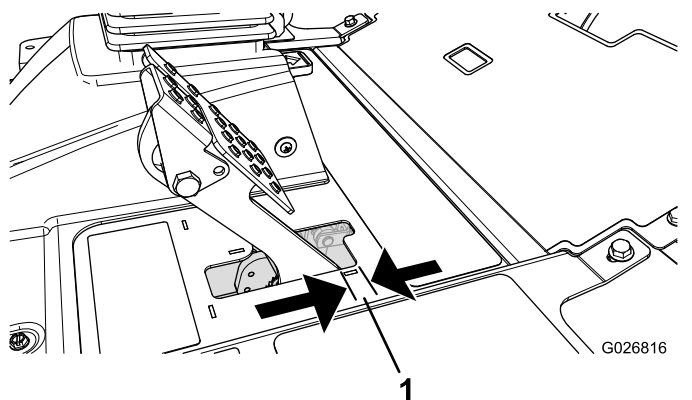

Figure 87
Réglez les freins si la garde à la pédale de frein est supérieure à 2,5 cm (1 po) (Figure 87) ou si la force de maintien offerte est insuffisante. La garde est la distance parcourue par la pédale de frein avant que le freinage soit ressenti.
2. Serrez l'écrou arrière afin de pouvoir déplacer le câble en arrière jusqu'à obtention d'une garde de 0,63 à 1,27 cm ($\frac{1}{4}$ à $\frac{1}{2}$ po) (Figure 87), avant le blocage de la roue.